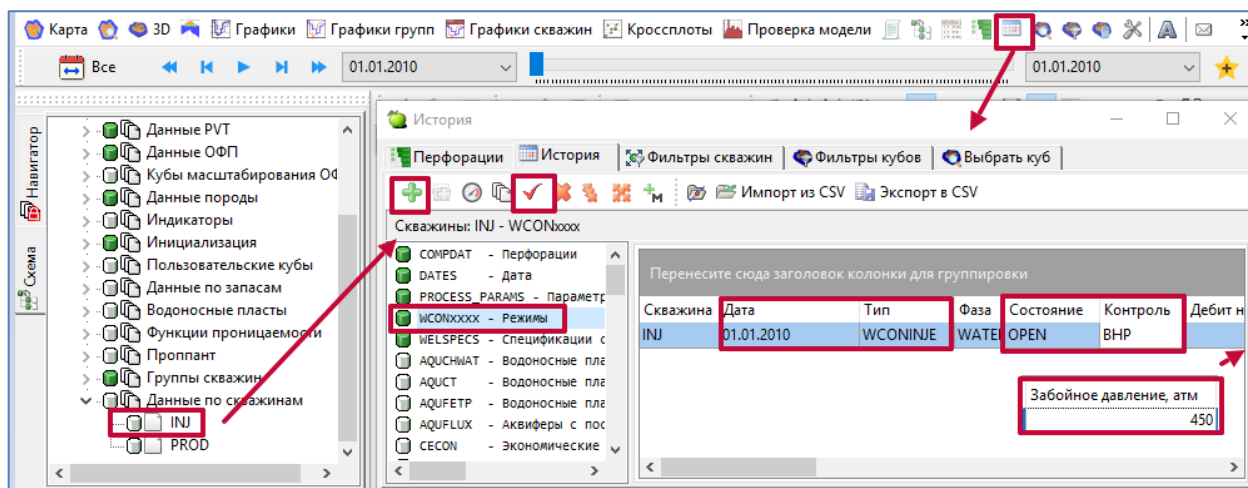

Рисунок 30. Задание режима работы нагнетательной скважины
Режим работы скважины задаётся в пункте WCONXXXXX окна «История». Для задания режима работы скважины нужно (Рисунок 30):
- скважину PROD как открытую добывающую (WCONPROD) с контролем по забойному давлению 50 атм (Рисунок 30);